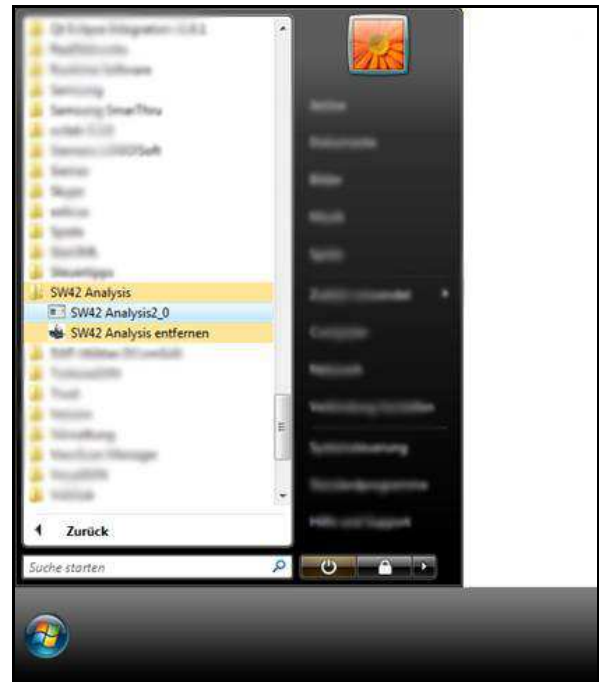

Fig. 35
3. Démarrez le logiciel d'application « SW42 Analysis2_0 » via le menu de démarrage (Fig. 35).